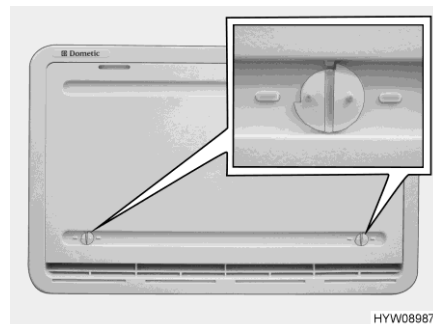

Bild 159 Winterabdeckung
Wenn der Kühlschrank bei niedrigen Außentemperaturen betrieben werden soll, empfiehlt der Hersteller die Verwendung einer Winterabdeckung (Bild 159) für die Kühlschrank-Lüftungsgitter.
- Beide Verriegelungen (Bild 159) öffnen (Nut steht waagrecht).